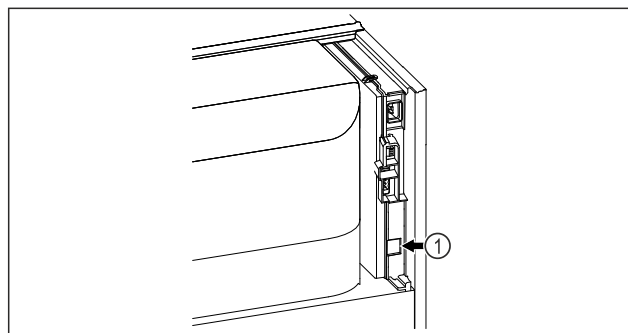

Fig. 95
- Je používán SmartModule Fig. 95 (1).